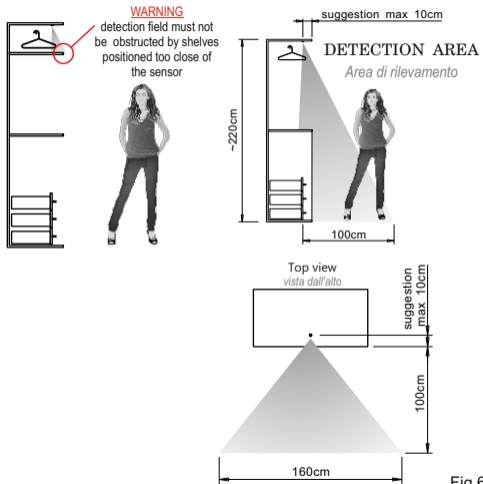

Fig.6
OPERATION (Fig.6):
The sensor detects changes in temperature combined with the movement of persons, animals and objects with a temperature of approximately 36°C within the radius of action, as shown in figure 6. The system remains in operation for the required time, after which, if no other movements are detected, it switches off automatically. The switch-off delay time can be selected by pressing the button (H) once until the signalling LED (I) flashes once for a 16 second delay (default selection), flashes twice for a 3 minute delay, or flashes 3 times for a 16 minute delay.
FONCTIONNEMENT (Fig.6) :
Le capteur détecte les changements de température combinés avec le mouvement de personnes, d'animaux et d'objets avec une température d'environ 36°C dans le rayon d'action comme indiqué sur la figure 6. Le système reste en service pendant la durée souhaitée, au bout de laquelle il s'éteint automatiquement s'il ne détecte aucun autre mouvement. Le temps de retard à l'extinction peut être sélectionné en appuyant une fois sur le bouton (H) jusqu'à ce que la LED de signalisation (I) émette 1 clignotement pour 16 secondes de retard (sélection par défaut), 2 clignotements pour 3 minutes de retard, 3 clignotements pour 16 minutes de retard.